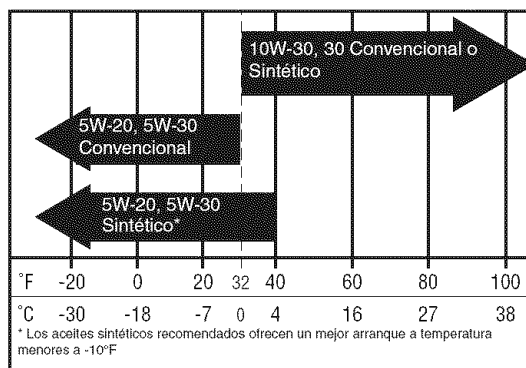

Figura 24. Aceite de Motor Recomendado
3. Remueva la varilla para medición del nivel (C) y límpiela con una toalla de papel.
5. Remueva la varilla para medición del nivel y lea el nivel de aceite. El nivel de aceite deberá estar entre las marcas "F" y "L" (D). De lo contrario, añada aceite de acuerdo con las recomendaciones de la tabla del aceite (Figura 24).